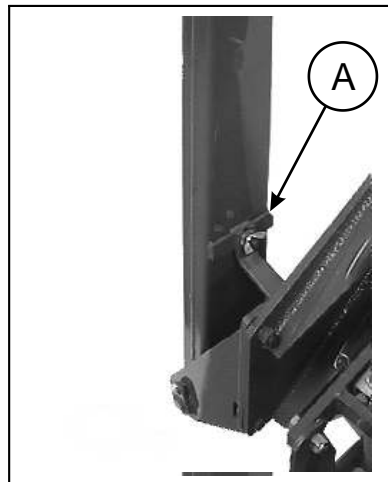

Figura 5
En posición elevada queda fijada con una tuerca mariposa A que impide su caída mientras se está trabajando con la sembradora (Figura 5).
- \* Acople el tractor a la lanza de transporte de punta. Para ello habrá retirado la tuerca mariposa A Figura 5 lo que permite bajar la lanza para su enganche.-
Desenganche la lanza de transporte del tractor. Fíjela en posición elevada con la tuerca mariposa A Figura 5.